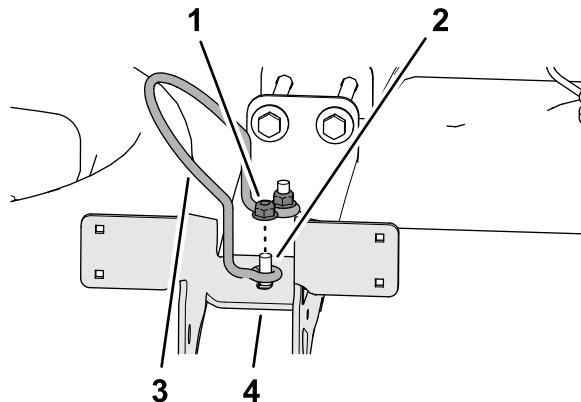

Figura 14
4. Monte el tope de la tapa del depósito y las 2 contratuerca con arandela prensada que retiró en el paso 1 en los 2 pernos de cuello cuadrado superiores (Figura 14).